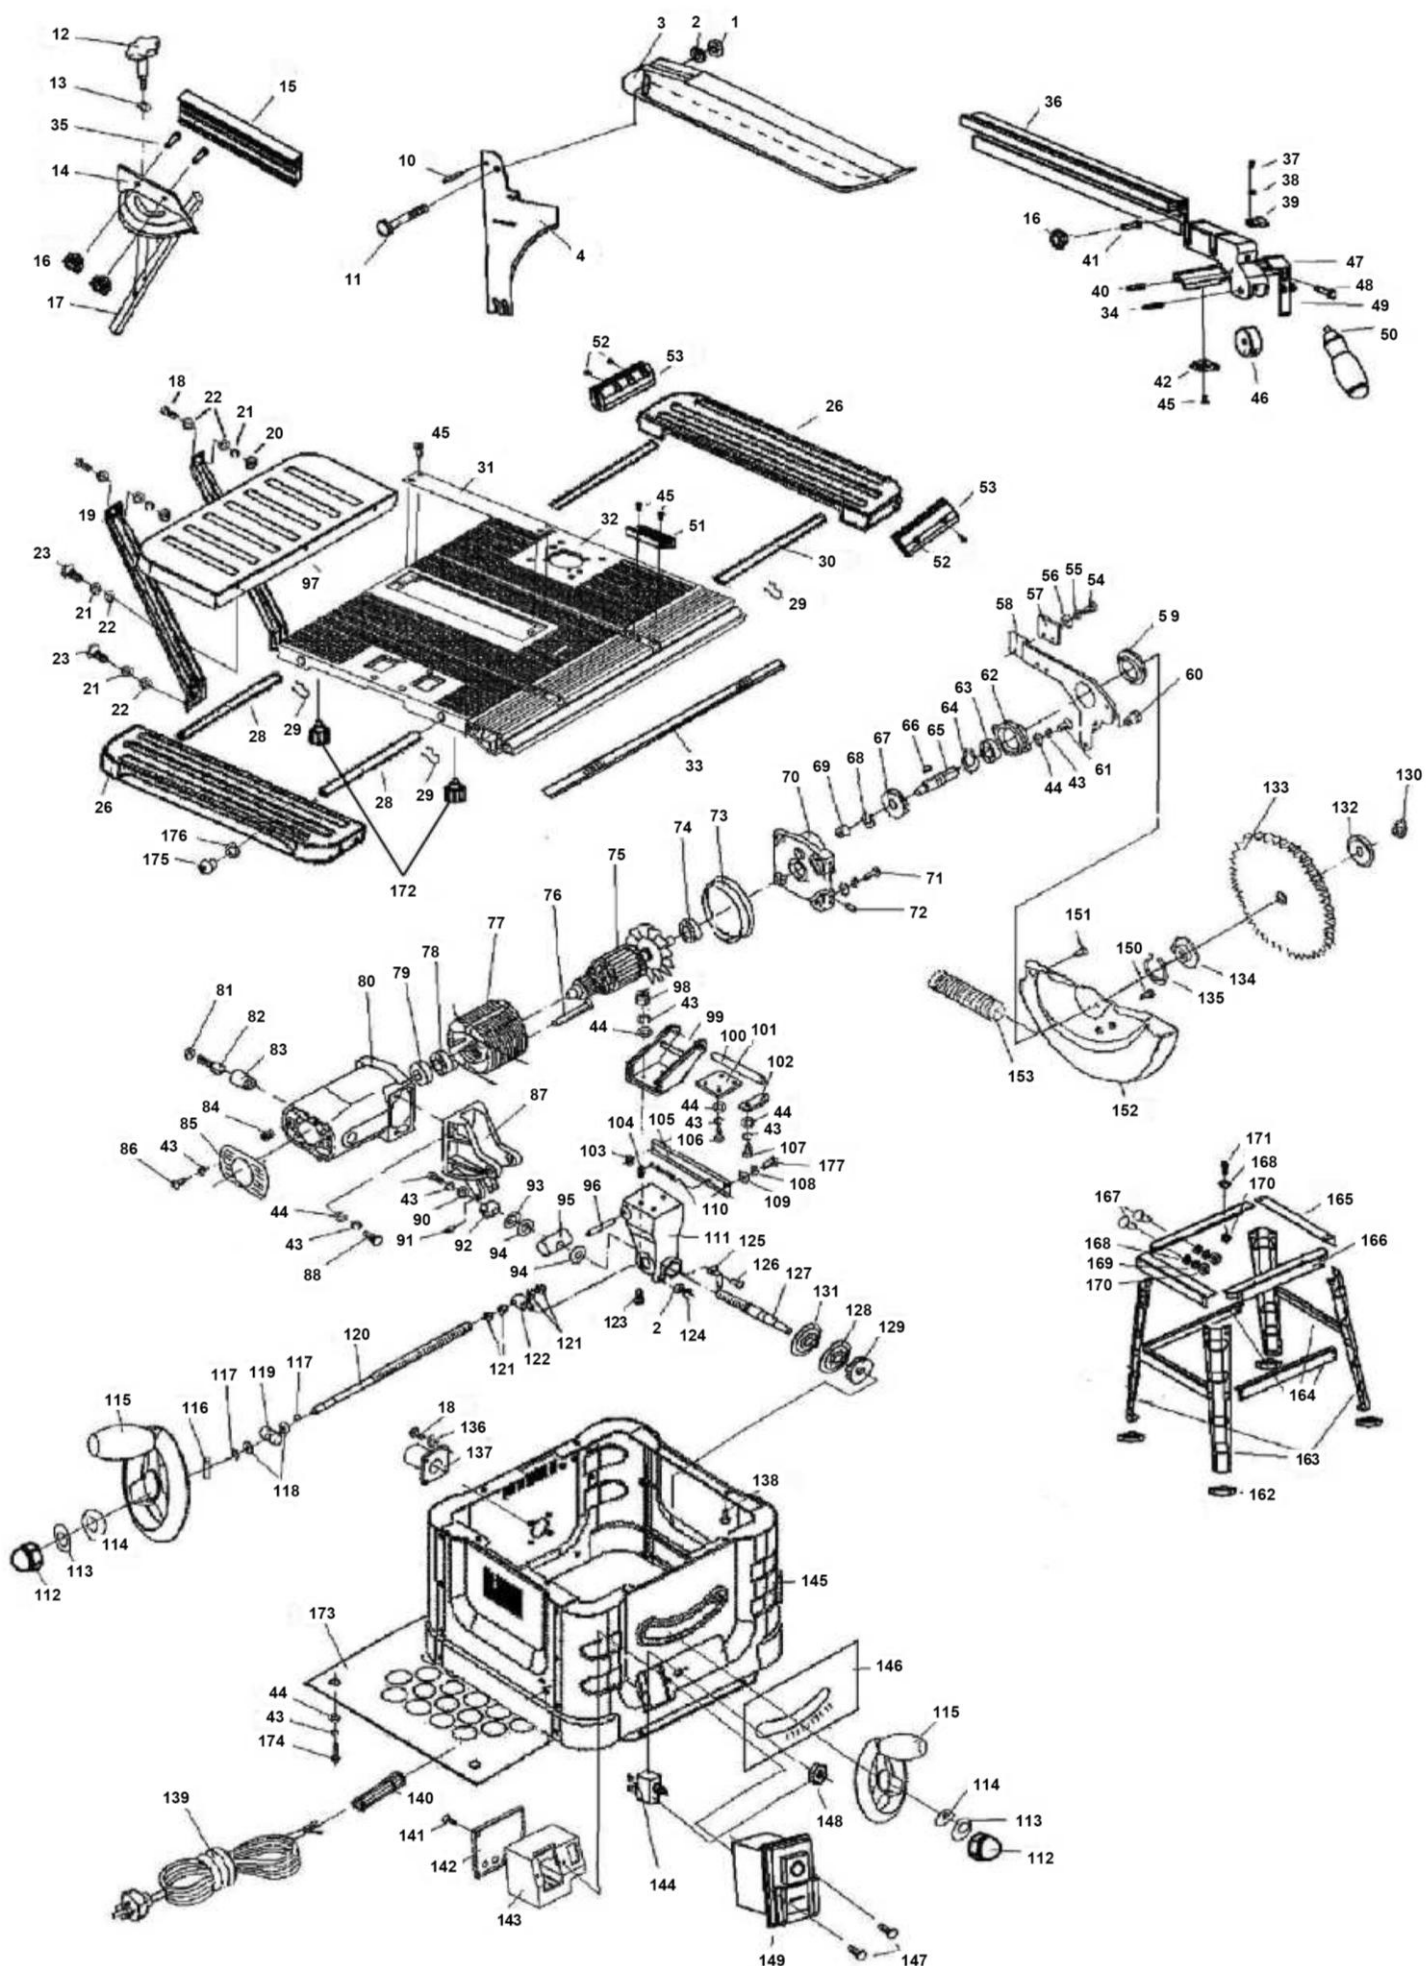

Рис. 1
**Детали сборки «Корвет 15» (Рис. 1)**